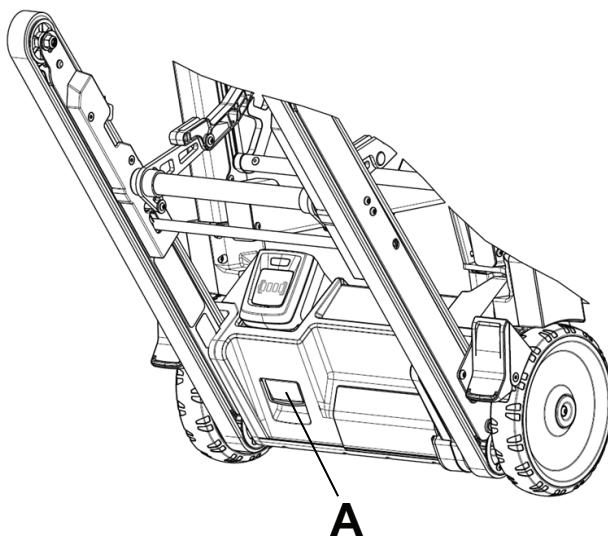

Figura 10 – Fecho de liberação da bateria
1. Puxe o fecho vermelho de libertação da bateria (A) na sua direção para libertar a bateria do produto (Figura 10).